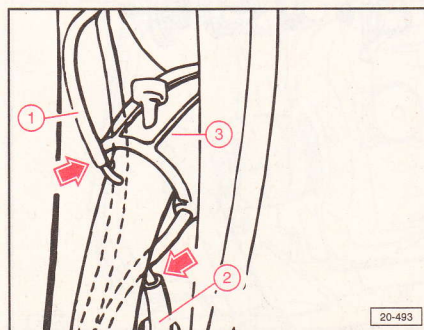

Fig. 2.50
Desconectar las conducciones de purga de aire (1) y (2) en los empalmes de llenado (flechas) (Fig. 2.50).
Desmontar la cazoleta de goma (3) (Fig. 2.50).